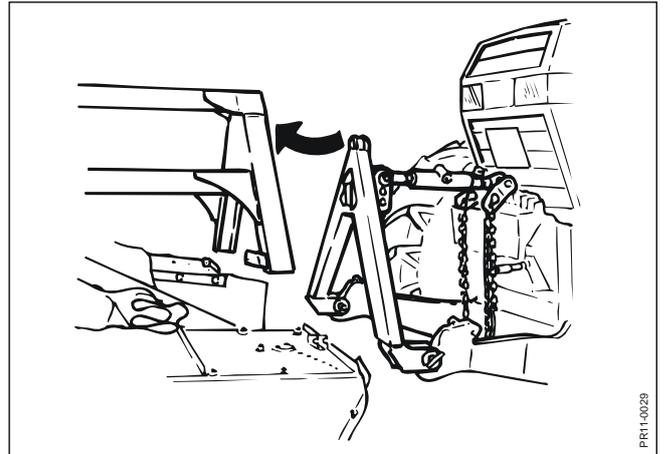

Fig. 2-2
- Fig. 2-2** Mit dem Weiste-Dreieck des Schleppers montiert zur Maschine fahren und den Weiste-Dreieck auf den Oberlenker hinten auf der Maschine heben.